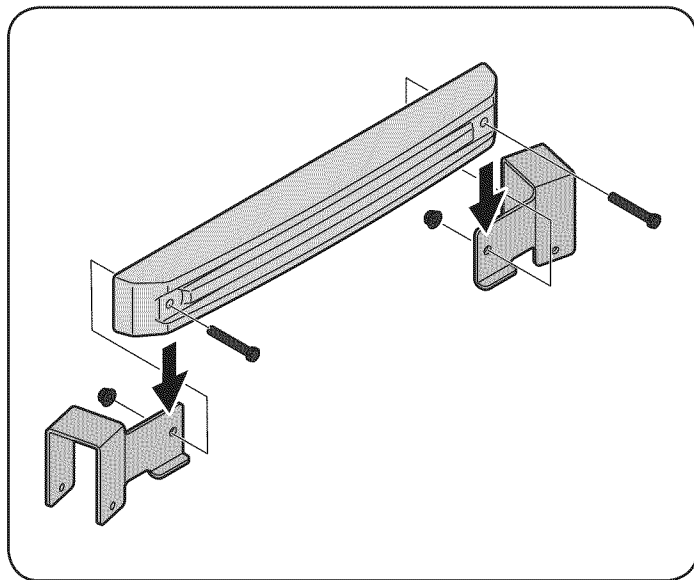

Figura 26
1. Acople la ménsula de montaje izquierda y la ménsula de montaje derecha a la barra de contrapeso usando dos tornillos de 2-1/2" (710-0859), y tuercas con brida de 3/8" (712-04065) del paquete de elementos de ferretería 689-00325. Vea la Figura 26.